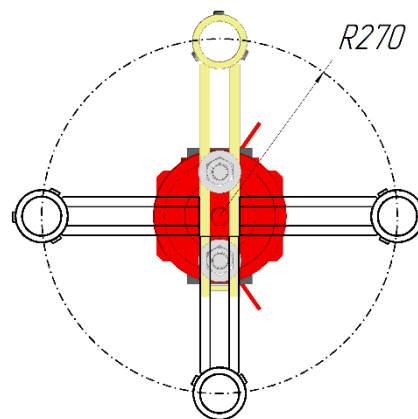

Рисунок 57
- Определите допустимую базу установки ОПС по типу крепления с учётом определения характера работ (руководствуйтесь возможностью выбора позиции зажимов в радиусе 215 мм от центра оси-фиксатора рычага ОПС, см. рисунок 57).